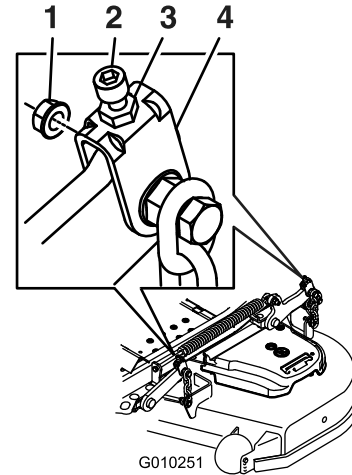

Figure 93
10. Le cas échéant, desserrez le contre-écrou à embase sur le côté de la chape et l'écrou de blocage sur le dessus. Ajustez précisément la vis de réglage en la tournant jusqu'à obtention d'une hauteur de 7,6 cm (3 po) (Figure 93).
16. Ajustez précisément la vis de réglage en la tournant jusqu'à obtention d'une hauteur de 8,3 mm (3,25 po) (Figure 93).